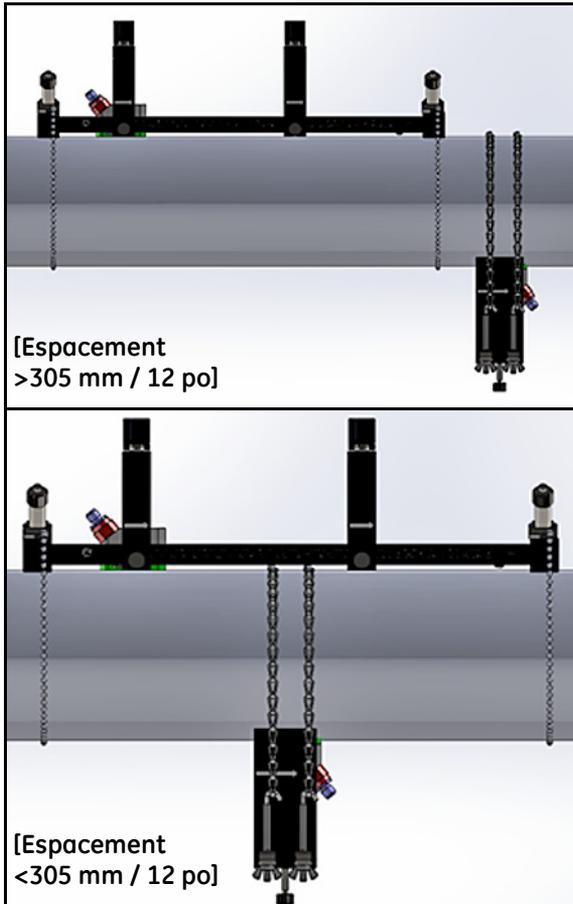

Figure 33 : installation terminée de la traversée impaire (vue de haut)
9. Serrez la vis d'étrier jusqu'à ce que le transducteur soit bien collé contre le tuyau. Votre installation de la traversée impaire doit correspondre à celle de la *Figure 33* ci-dessous.